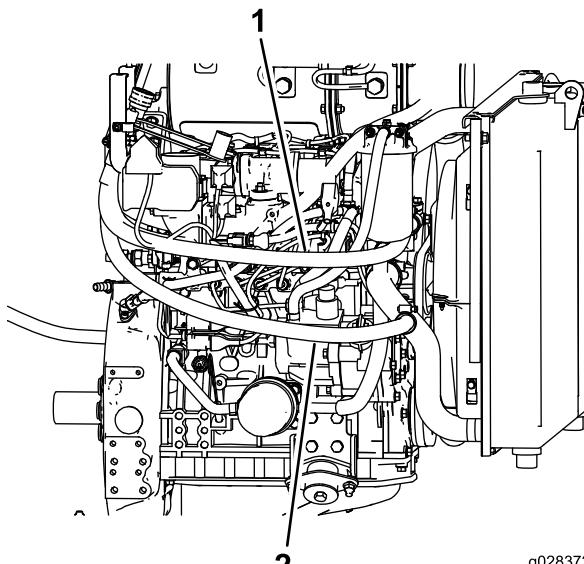

Bild 19
- Verlegen Sie den Schlauch über den Motor (Bild 19).